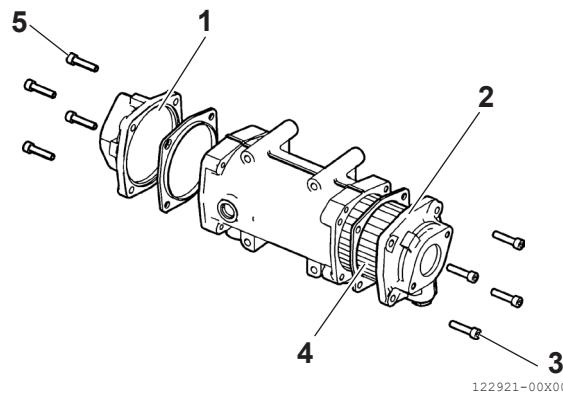

Figura 15
5. Retire las cubiertas (**Figura 15 [1]**) y (**Figura 15 [2]**) en el banco o en un lugar adecuado.
6. Extraiga el conjunto de tuberías (**Figura 15 [4]**).
12. Apriete los tornillos de fijación (**Figura 15 [3]**) y (**Figura 15 [5]**) al par indicado.